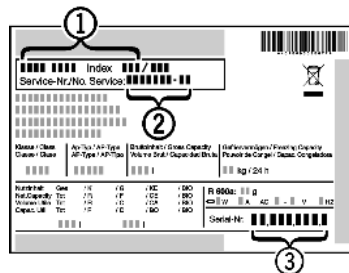

Fig. 13
- ▶ Apparaataanduiding Fig. 13 (1), service-nr. Fig. 13 (2) en serie-nr. Fig. 13 (3) van het typeplaatje aflezen. Het typeplaatje bevindt zich aan de linkerkant binnen in het apparaat.
- ▶ Contact opnemen met de Technische Dienst en het probleem, apparaataanduiding Fig. 13 (1), service-nr. Fig. 13 (2) en serie-nr. Fig. 13 (3) mededelen.